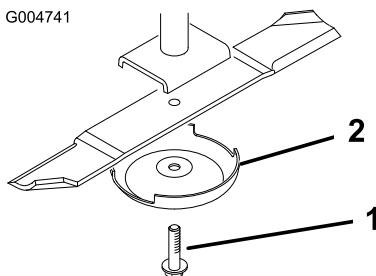

Figura 84
- Retire o parafuso da lâmina, o recipiente antidanos e lâmina do eixo (Figura 84).